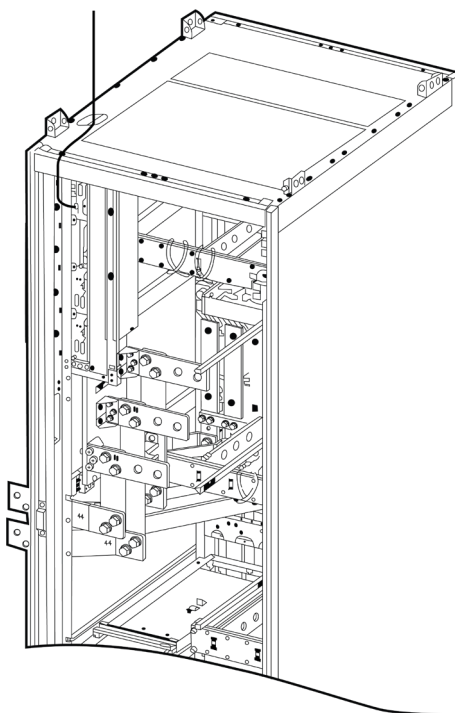

FIGURA 3.31. ENRUTAMIENTO DE CABLES DE SEÑAL DESDE LA PARTE SUPERIOR DEL GABINETE.
- El tamaño y cantidad de los orificios mostrados en la figura 3.31 son solo de referencia. Estos pueden variar con respecto al producto final.
(1) CUBIERTAS DEL CABLE ELÉCTRICO
(2) ORIFICIO DEL CABLEADO DE SEÑAL